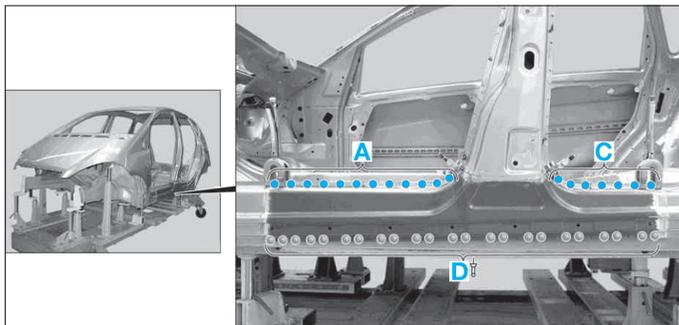

FIG. 86
- Retirer le bas de caisse et ébarber les trous, zone (D).
- Souder le bas de caisse, zones (A) et (C) (Fig.86).